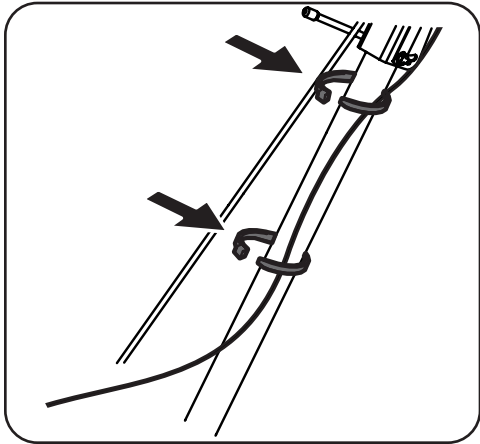

Figure 2-4
2. Passez le fil sur l'arbre de la poignée et retenez-le avec une attache à la partie inférieure de l'arbre et une autre attache à la partie supérieure de l'arbre. Voir Figure 2-4.